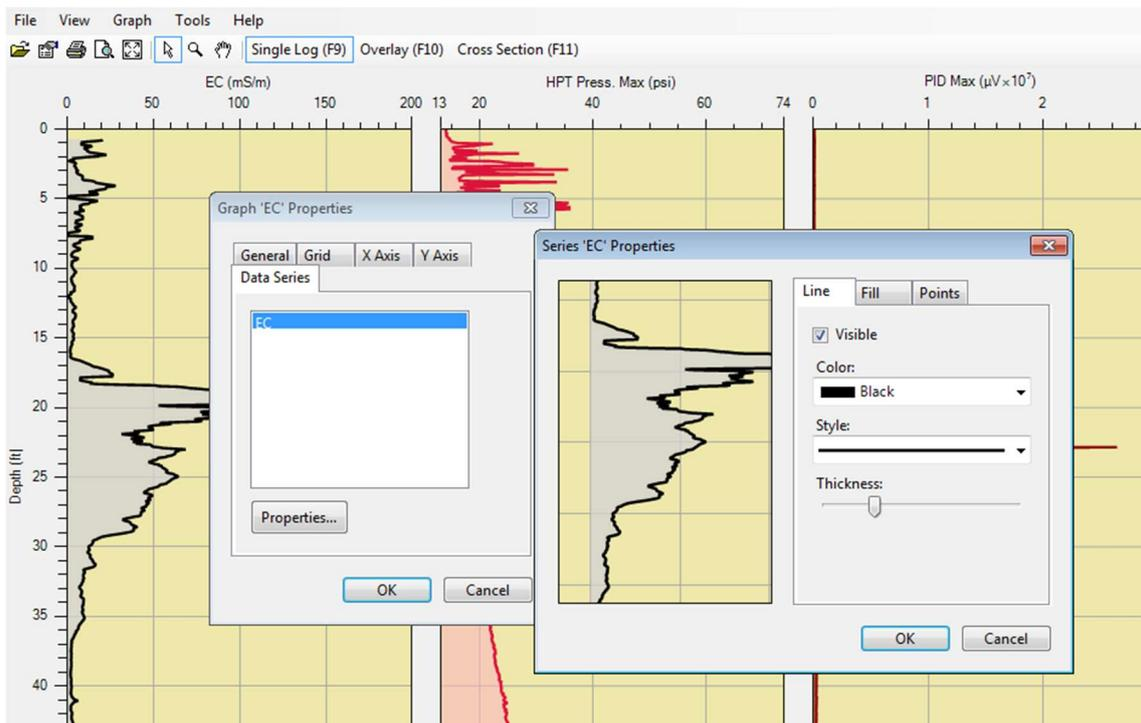

Figure 9 : Modification des propriétés des graphes.
4. Onglet général (*General Tab*) : pour modifier la couleur de l'arrière-plan (*Background Color*) et l'orientation de l'axe X (*X Axis Orientation* (Figure 9)).
8. Toutes les propriétés des données personnalisées du profil (épaisseur de la ligne, remplissage, couleur, et style de point) peuvent être ajustées de la même manière que les autres séries de données (Figure 9).